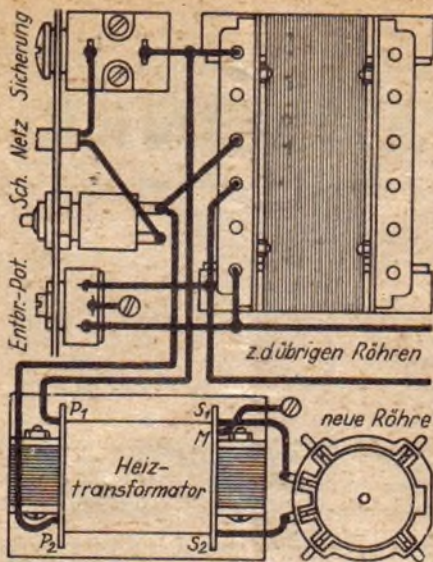

Abb. 4. Verdrahtungsplan für den Anschluß eines besonderen Heiztransformators nach Schaltbild 2
3. Versuch: In ein mit Wasser gefülltes Glasgefäß tauchen wir zwei Drähte, die mit einer Gleichstromquelle verbunden sind. Wenn wir den Strom einschalten, stellen wir an beiden Enden Bläschenbildung fest, an dem einen Draht mehr, an dem anderen weniger. Es spielen sich Zersetzungs Vorgänge ab (Bild 4).